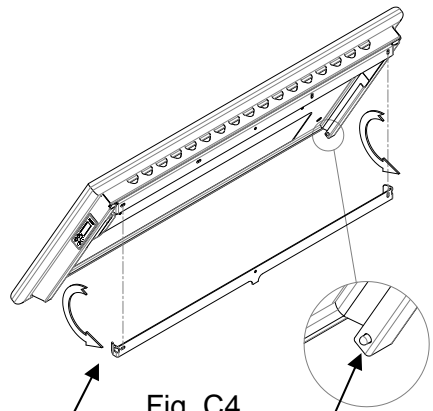

Fig. C4
- 6) Accostare il radiatore verso il muro fino a innestare nella staffa (4) e assicurarsi dell'innesto dei perni di sicurezza (7). Fig. C4